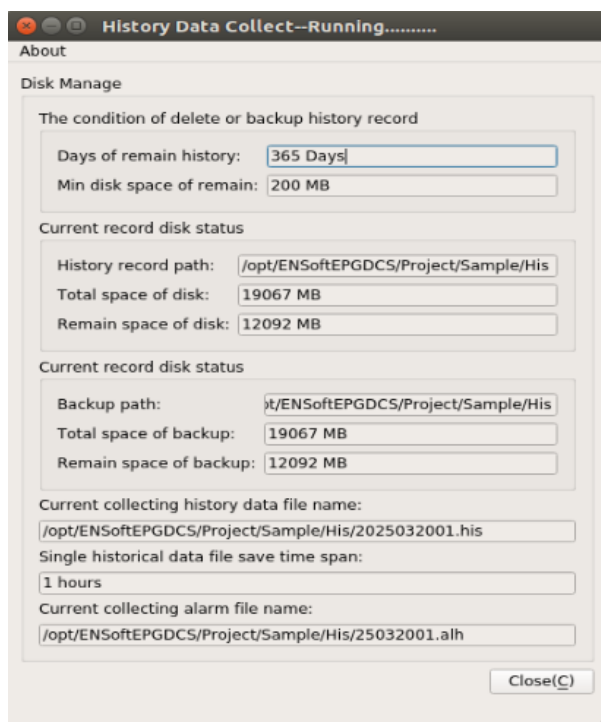

Рис. 5.2-2 Интерфейс XTabRec
- Приложение XTabRec сервера отчетов на станции ЧМИ предназначено для сбора данных в любой системе. Интерфейс показан на Рис. 5.2-2;